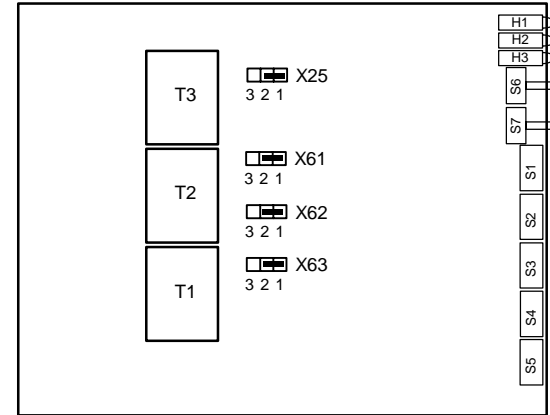

Bild 1-6 Lage der Brücken auf der Baugruppe
Mit Hilfe von Steckbrücken auf der Flachbaugruppe können einige Grundeinstellungen am Gerät verändert werden (siehe Bild 1-6).
Tabelle 1-4 Brückenumschaltung Relaisfunktion (Bild 1-6)
- Kurzschlussstecker X25, X61, X62, X63 umsetzen. Bild 1-6 veranschaulicht die Lage der Steckbrücken auf der Baugruppe.